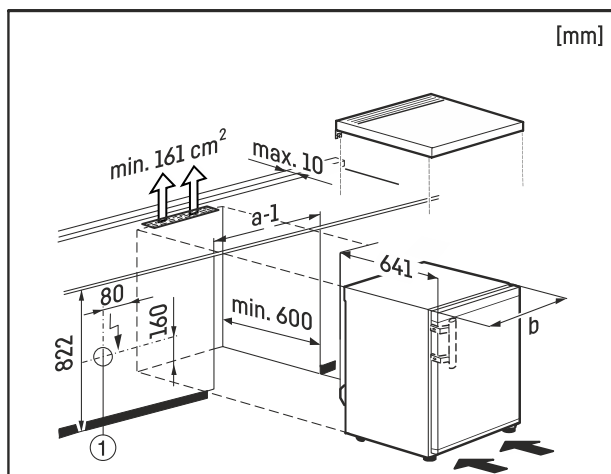

Fig. 9
Ekkor a csatlakozóaljzatot Fig. 9 (1) a készülék hátoldalán kívül kell lefektetni és könnyen hozzáférhetővé tenni.